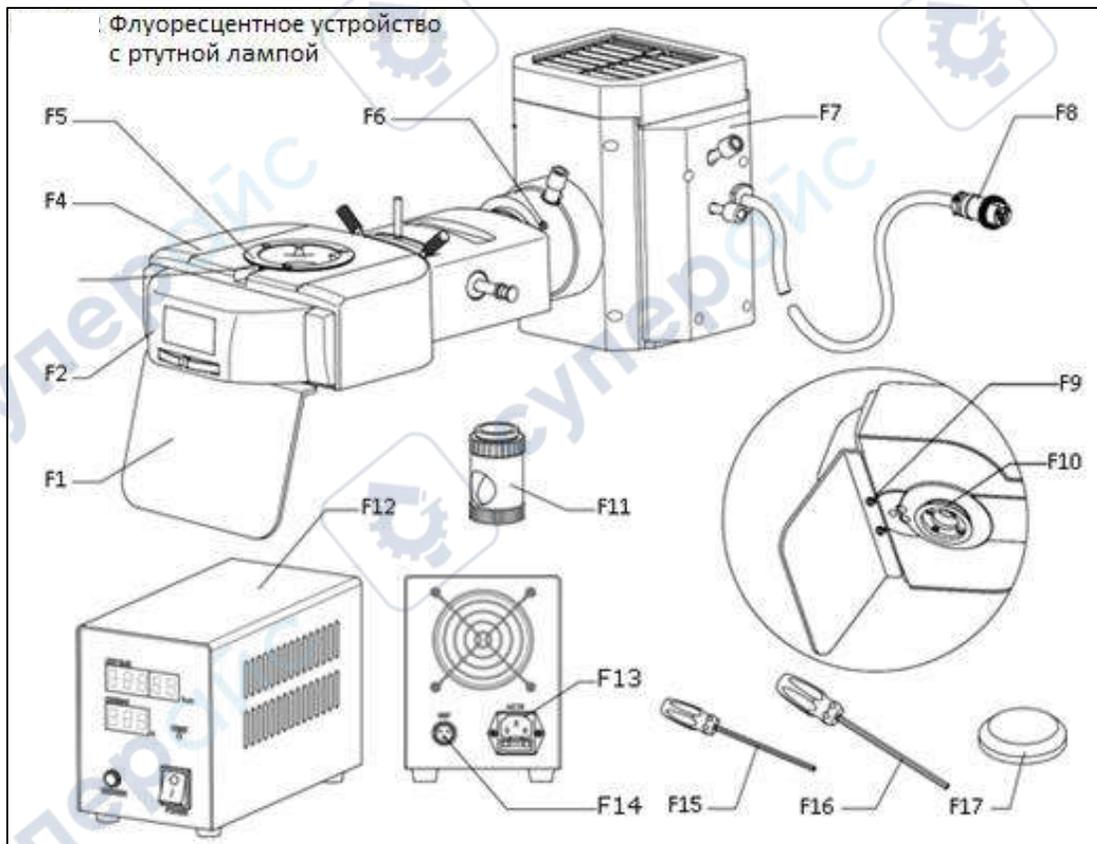

Рис. 50
3. Выньте люминесцентный прибор, переверните его, закрепите защитную пластину F1 крепёжным винтом F9 и затяните винт ключом (рис. 50).